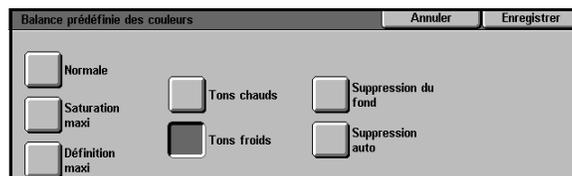

Figure 19 : Écran Balance des couleurs prédéfinie
- 1 Appuyez sur **Balance des couleurs prédéfinie** dans l'onglet Qualité image afin d'afficher l'écran de paramétrage illustré à la figure 19.